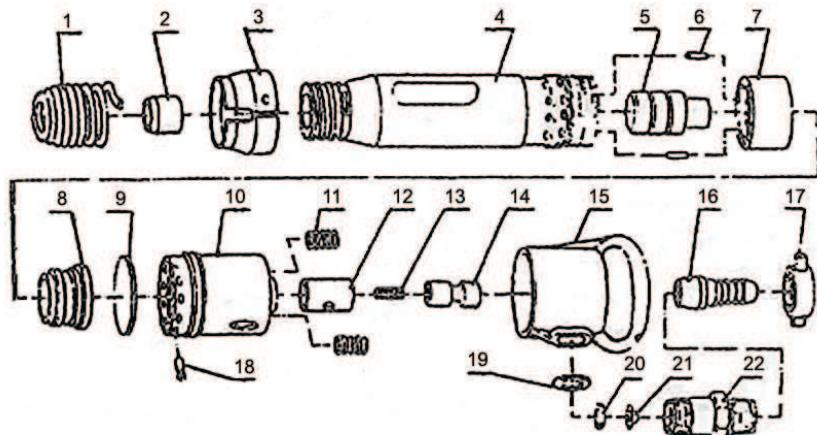

рис. 1
Общий вид молотка схематично представлен на рис. 1
6.1 Молоток (рис. 1) представляет собой поршневую пневматическую машину ударного действия с клапанным воздухораспределением, работающую под действием сжатого воздуха. Молоток состоит из воздухораспределительно-ударного механизма, рукоятки сенным в ней пусковым устройством.
8.1 Разборку молотка для устранения неисправностей, профилактического осмотра или его консервации производите в следующей последовательности (рис. 1):